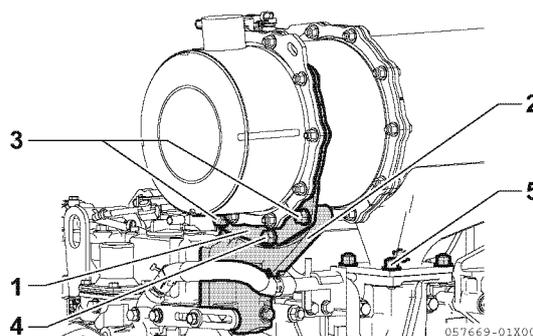

Figure 13-27
- Serrez provisoirement le raidisseur (1, Figure 13-27) et le renfort du FAP (2, Figure 13-27) du côté silencieux (ou bride de sortie) à l'aide de boulons à bride (2 pièces) (3, Figure 13-27) et d'un écrou à embase (4, Figure 13-27) jusqu'à ce qu'il soit en place.
- Ensuite, serrez complètement les écrous à embase sur la bride de la tubulure d'échappement (4 pièces) (5, Figure 13-27), puis serrez complètement les boulons à bride du renfort du FAP et les écrous à embase.